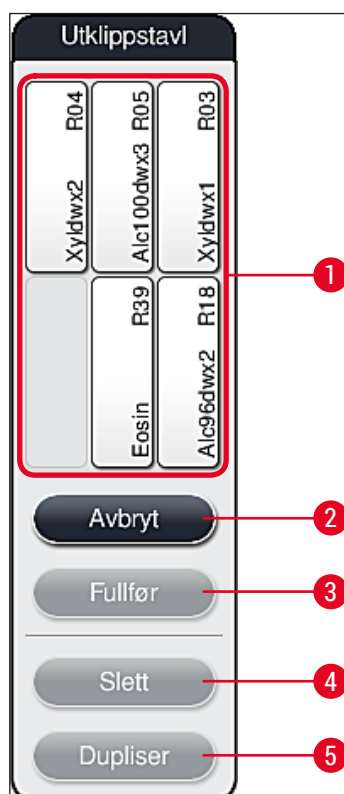

Fig. 64
- Etter bekreftelsen åpnes **Utklippstavlen** (→ "Fig. 64"), hvor du kan flytte opptil 6 reagensstasjoner (→ "Fig. 64-1").